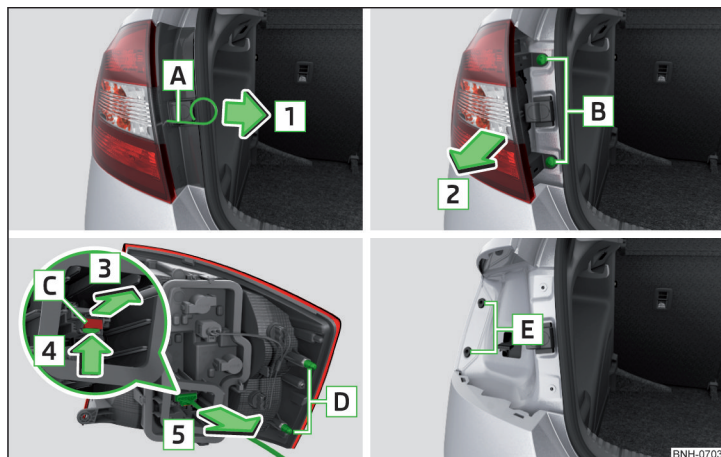

Fig. 282 Desmontar la lámpara / Quitar el conector
- Introducir en la apertura **A** » fig. 282 el estribo para retirar los tapacubos integrales.
- Introducir la lámpara con la espiga **D** en la toma **E** » fig. 282 en la carrocería.